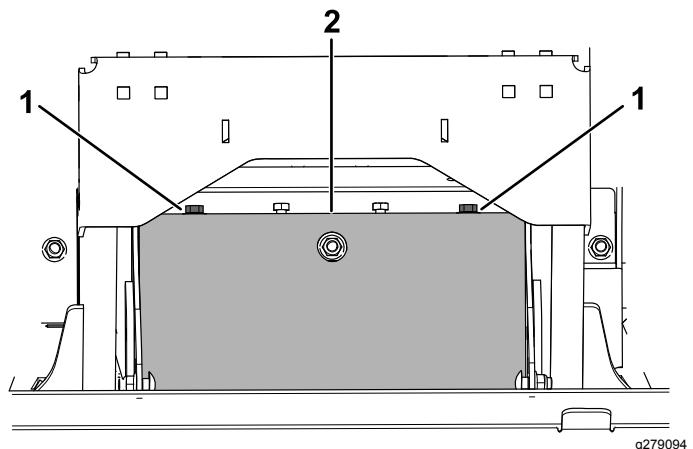

図 62
5. ポンプ駆動ベルトのシールドを固定しているボルト2本とワッシャ2枚を外す図 62。シールドを外す。